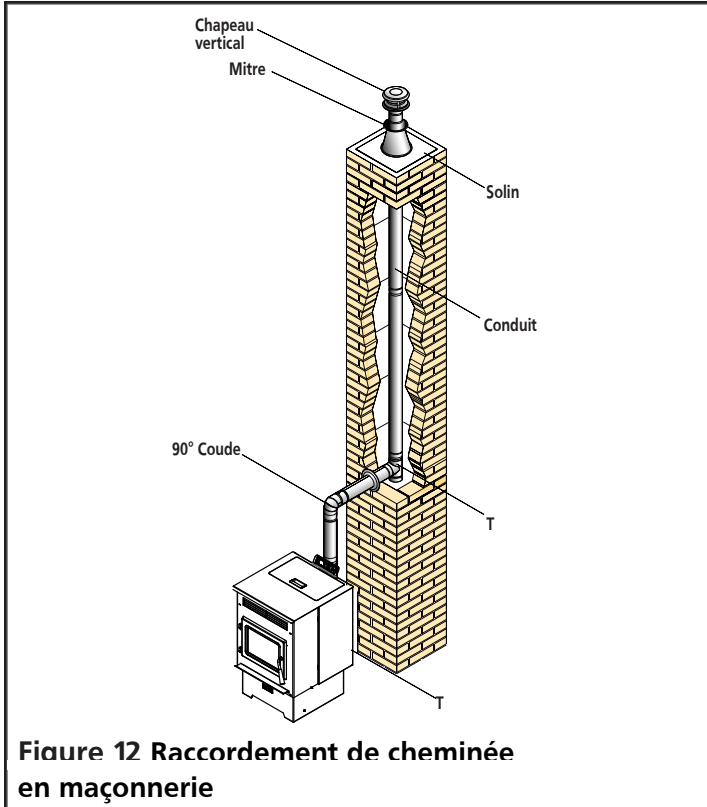

Figure 12 Raccordement de cheminée en maçonnerie
- Le tuyau de raccordement à la cheminée ne devra pas causer obstruction à l'intérieur du conduit de fumée comme montré à la figure 12 ci-dessous.